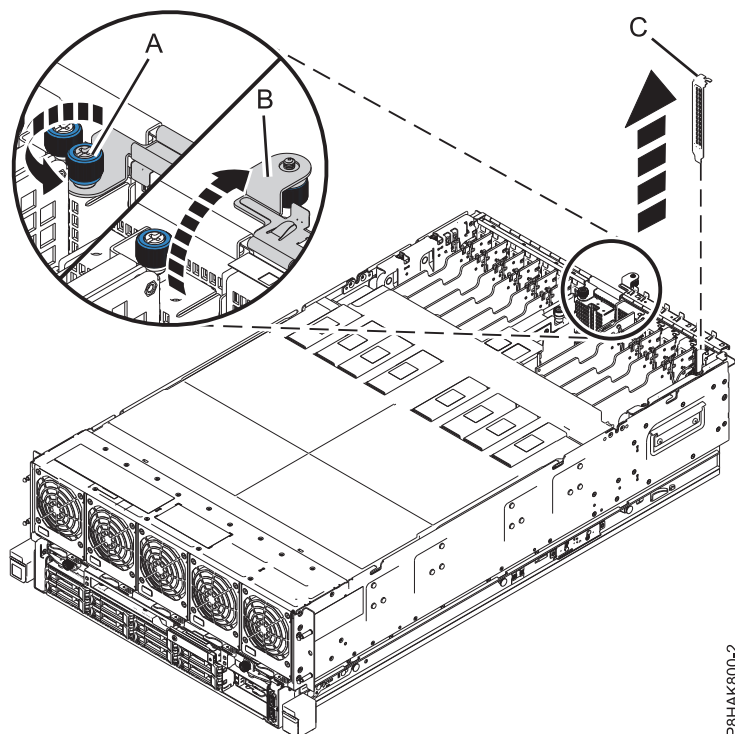

図 11. 8408-44E または 8408-E8E システムの PCIe アダプター・スロットからのフィラーの取り外し
- a. 入出力保持ブラケットの拘束つまみねじを、完全に緩むまで回します。図 11 の (A) を参照してください。
- b. 入出力保持ブラケットを、上方にシステムから離す方向に回転させて、開きます。図 11 の (B) を参照してください。
- c. フィラーを取り外すには、フィラー (C) の上端またはテール・ストックを注意して持ち、システムから取り外します。図 11 を参照してください。